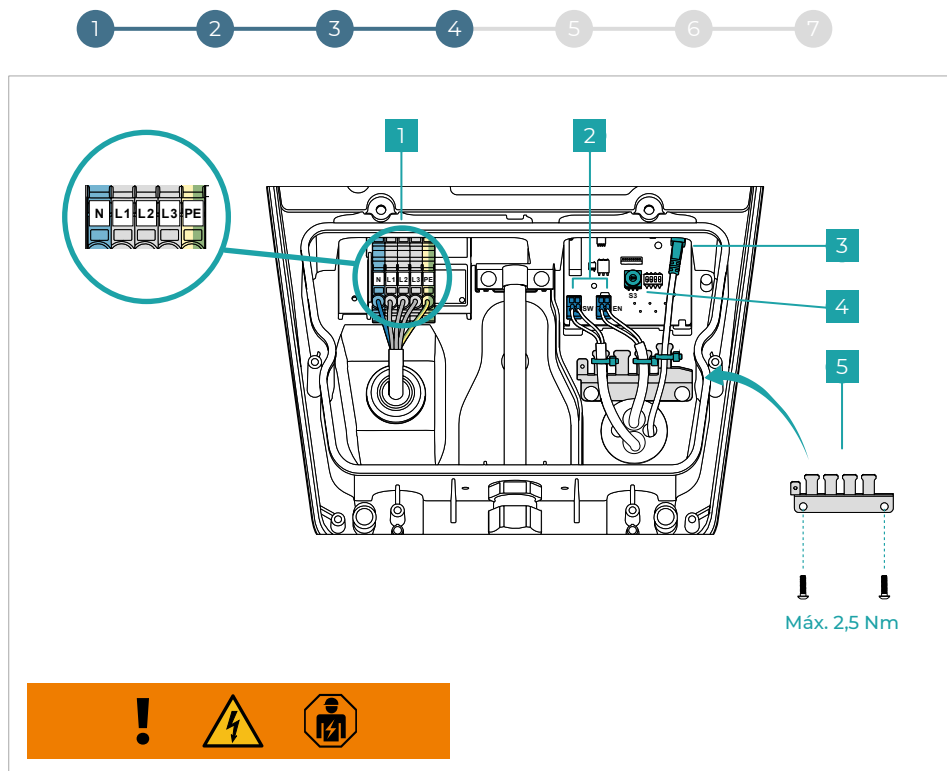
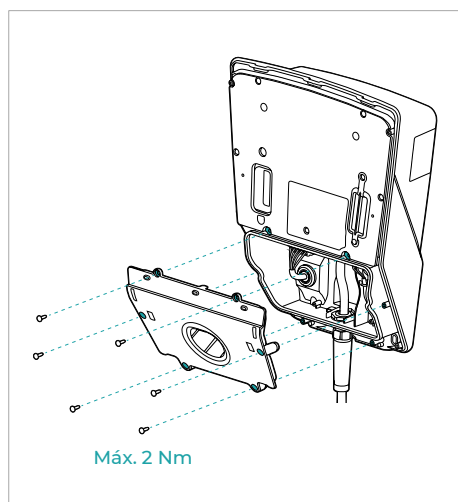

Fig. 6
Fig. 7
De forma opcional se puede conectar un dispositivo de bloqueo externo (p. ej., un interruptor de llave) en la interfaz interna (fig. 6 - n.º 2 - interfaz EN).
- Preparar el cable de conexión a la red de forma adecuada ($\varnothing 10 - 20 \text{ mm}$ // máx. $5 \times 6 \text{ mm}^2$) y conectarlo como se indica en la **fig. 6 - n.º 1**. La figura muestra la conexión en tres fases. Para conectar el sistema de carga a la red en una fase, utilizar N, L1 y PE.
- Configurar la corriente de carga máxima de 6 A a 16 A mediante el interruptor giratorio S3 como se indica en la **fig. 6 - n.º 4**.
- Opcional: preparar los cables de datos (entrada digital [EN] / salida digital [SW] y LAN) y conectarlos como se indica en la **fig. 6 - n.ºs 2 y 3**. Para conectar un dispositivo de bloqueo externo a través de una entrada digital, retirar previamente el puente de cables.
Colocar la mordaza de fijación como se indica en la **fig. 6 - n.º 5** y fijar los cables de datos con bridas. Montar la tapa inferior del sistema de carga como se indica en la **fig. 7**.